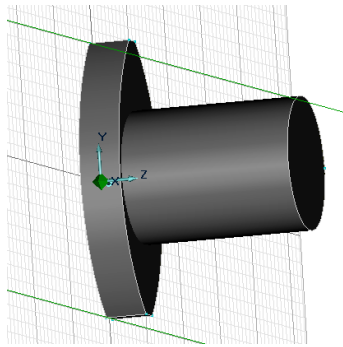

Рисунок 2.7 – Результат використання операції «Сдвиг»
7. У полі «Высота =>» введіть значення «15,5» (рис. 2.7).